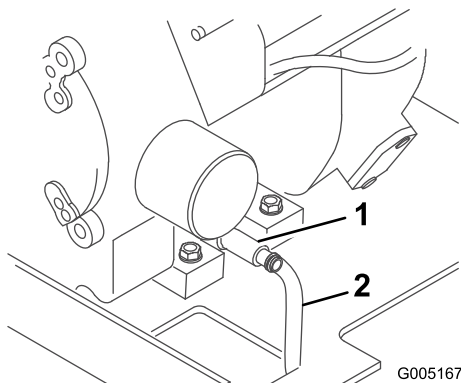

Figure 24
4. Raccordez une extrémité du flexible au robinet de vidange et placez l'autre dans un bac (Figure 24).
5. Ouvrez le robinet de vidange d'huile en le tournant dans le sens antihoraire et en le soulevant (Figure 24).